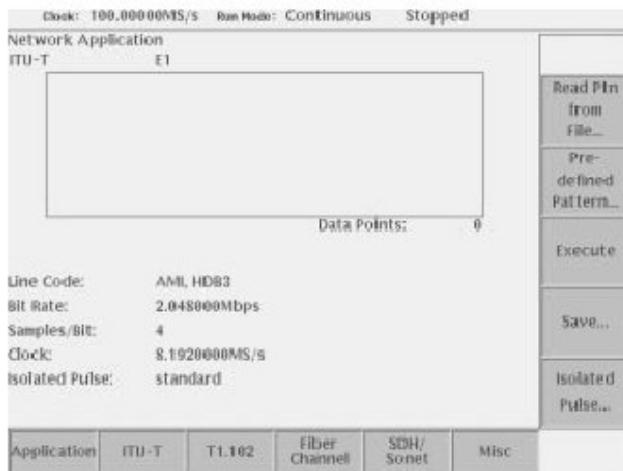

图 88 在标准选择后侧面菜单改变
8. 按压 Previous Menu 侧面键返回图 88。